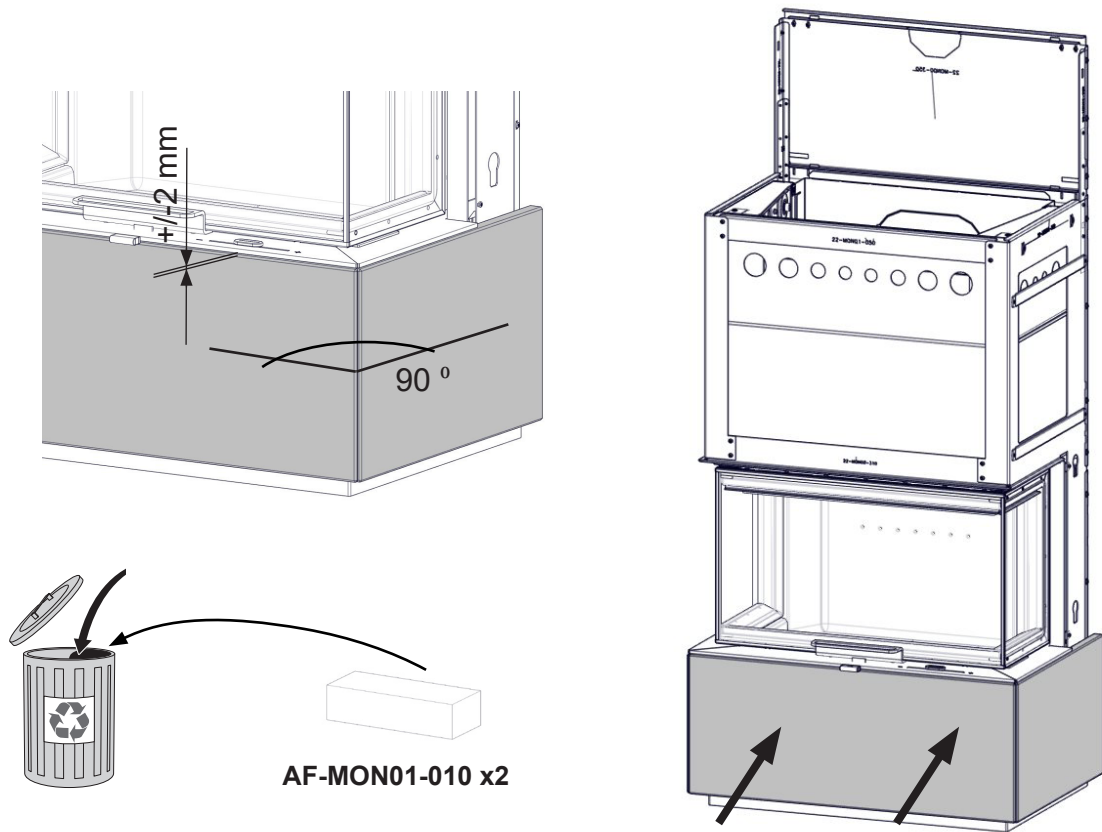

FIG 18
**NO:** Før siste justering av rammen. Monter sideplater og nedre del av fronten og kontroller at omliggende kanter og overlater passer mot hverandre. Montering av platene vises på FIG 15 – FIG 18.
**GB:** Prior to final fixing of a supporting skeleton, assemble side plates and lower front, in order to see how adjacent surfaces and edges fit to each other. Assembling of plates is shown on FIG 15 - FIG 18.